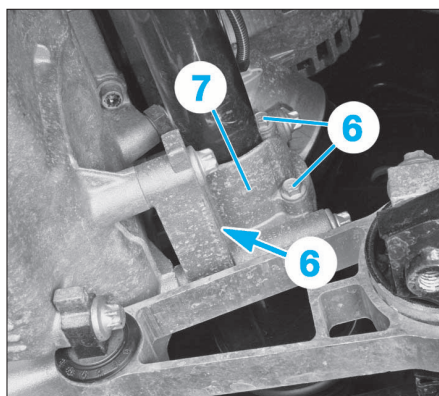

FIG. 3
- Déposer l'écrou de fixation (4) du bras inférieur sur le pivot.
- Déposer le boulon (5).
- **Côté droit**, déposer les trois vis de fixation (6) du palier intermédiaire (7) (Fig.3).